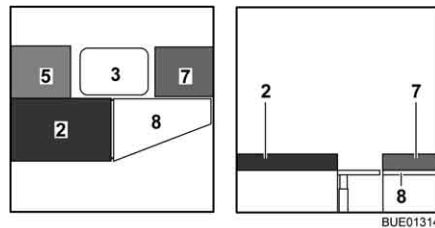

Fig. 140 Durante la transformación
- Enganchar el ensanchamiento de cama (Fig. 140,8) en los alojamientos en los baúles-banco.